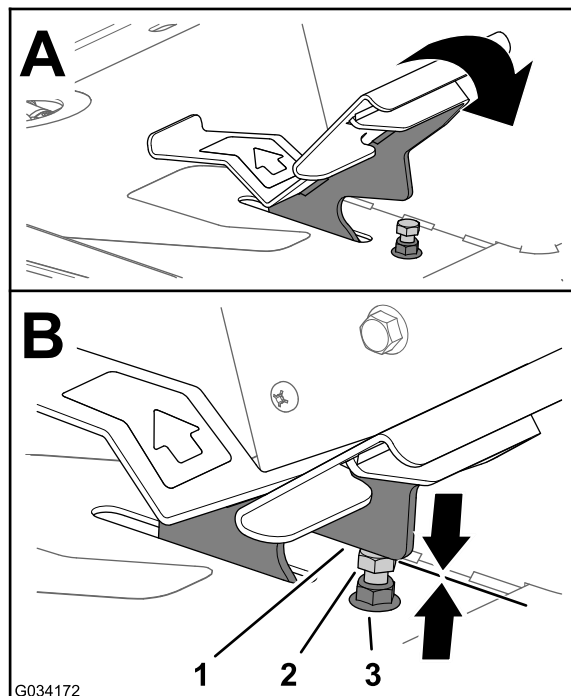

Figura 80
1. Pise el pedal de tracción a fondo (hacia adelante) (Figura 80).
- A. Sujete el tope del pedal de tracción (Figura 80) con una llave inglesa.
- C. Mueva el pedal de tracción en la posición de velocidad máxima hacia adelante (Figura 80).
- D. Mientras sujeta el tope del pedal de tracción, ajuste la contratuerca situada encima de la placa del reposapiés (Figura 80) hasta que el pedal de tracción entre en contacto con el tope.